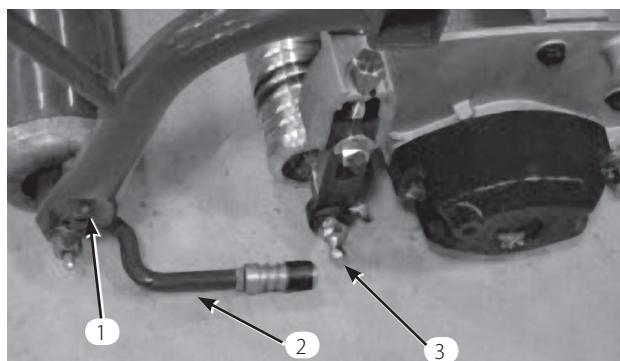

図9
- カッティングユニット両端にそれぞれワッシャとボールスタッドを取り付ける（図9）。
4. ボールジョイントのスリーブを後ろにずらし、プルアームを下げるソケットをボールスタッドに嵌め合わ取る。スリーブから手を離すとスタッドとジョイントが結合する(図9)。